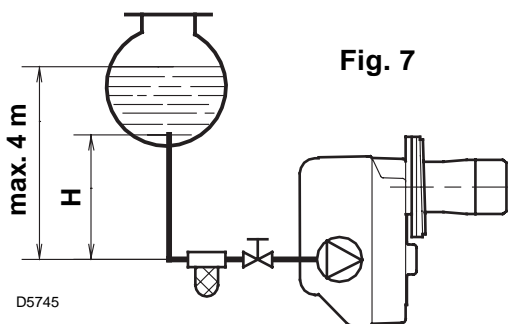
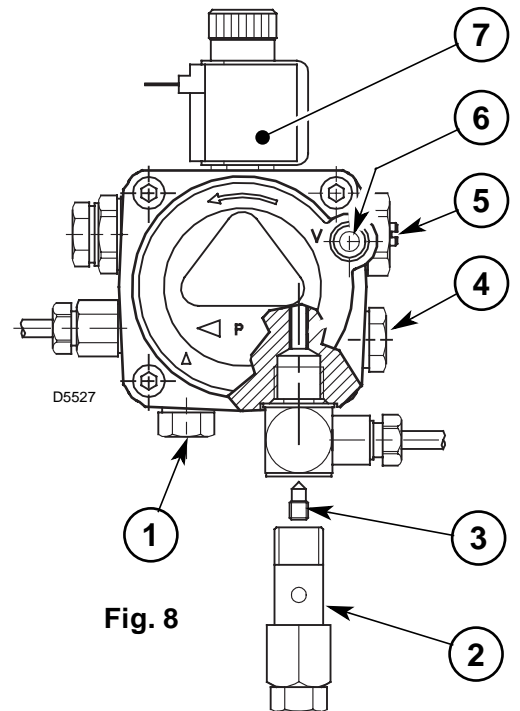

Fig. 7
Fig. 8
- De pomp is voorzien voor een installatie met twee leidingen. Draai bij één leiding de koppeling van de terugloopleiding (2) los, verwijder de by-pass schroef (3) en draai de koppeling (2) opnieuw aan, (zie fig. 8).
Bij een installatie zoals in fig. 7, de vacuümmeteraansluiting (6, fig. 8) losdraaien tot er brandstof ontsnapt.
De manometer voor de controle van de druk moet worden gemonteerd op de plaats van de stop (4, fig. 8, blz 4).